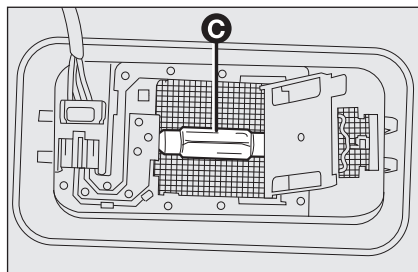

fig. 27
- sostituire la lampada **C-fig. 27** svincolandola dai contatti laterali, inserire la nuova lampada accertandosi che la stessa risulti correttamente bloccata tra i contatti stessi;